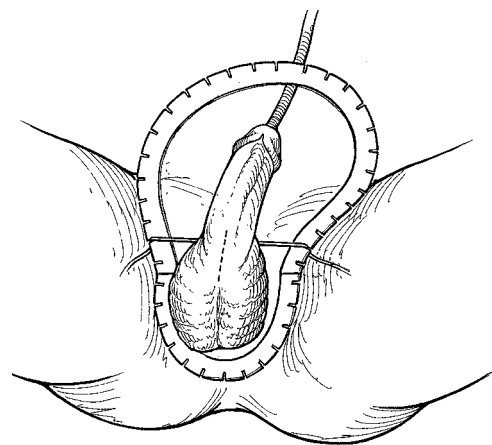

Figura 4-2. Penoscrotale: identificazione del sito di incisione
- Quando si utilizza il divaricatore SKW, posizionare il divaricatore ad anelli con l'anello grande verso la testa del paziente (rostrale) e l'anello più piccolo verso i piedi del paziente (caudale) (**Figura 4-2**).
- Sempre mantenendo l'incisione nel pene, posizionare gli uncini nelle posizioni corrispondenti alle ore 1, 5, 7, 11, 3 e 9 (**Figura 4-2**).